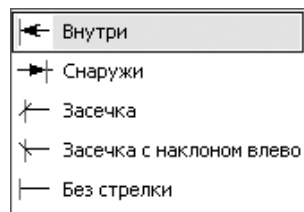

Рис. 5.5. Раскрывающийся список Стрелка
- раскрывающийся список **Стрелка**, позволяющий выбрать вид стрелки при простановке обозначения шероховатости на полке линии-выноски (рис. 5.5).